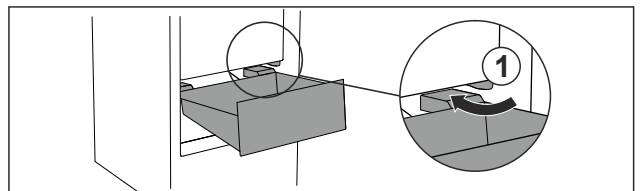

Fig. 69
- ▶ Schubfach schräg um die Stopper Fig. 69 (1) herumführen.